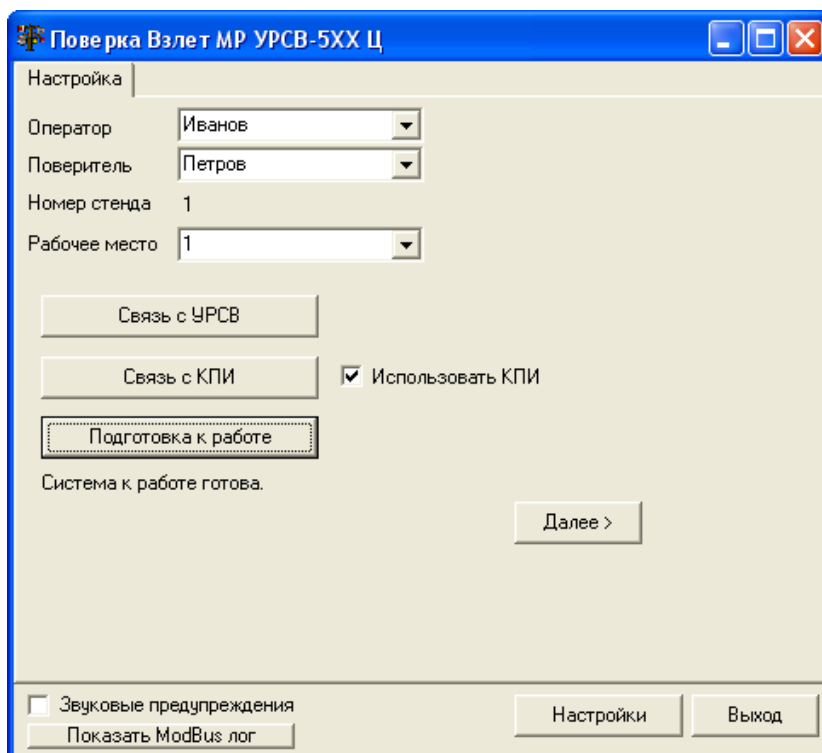

Рис. 23. Основное окно программы после проверки готовности к работе.
- 2.6.2. Введите в соответствующих окнах фамилию поверителя и номер рабочего места. Поставьте «галочку» в окне **Использовать КПИ**. Кликнув по иконкам **Связь с УРСВ** и **Связь с КПИ**, проверьте правильность подключения КПИ и поверяемого УРСВ-5хх ц к COM-портам ПК и параметры связи. Нажмите кнопку **Подготовка к работе**. После проверки готовности окно программы примет вид, показанный на рис.23.